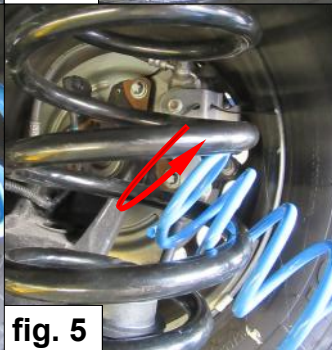

fig. 5
4. Introduisez le ressort auxiliaire **C** avec un mouvement de basculement dans le ressort principal. (Voir fig. 5 & 6).